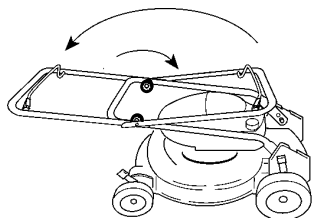

Figure 28
2. Pivoter le mancheron vers l'avant de la tondeuse (Fig. 28).
3. Desserrer les boutons de fixation du mancheron supérieur au mancheron inférieur, et replier le mancheron supérieur vers l'arrière de la tondeuse, en position de remisage (Fig. 28).
Remarque : En repliant le mancheron, toujours veiller à ne pas pincer ni coincer les câbles, ni les accrocher aux boutons du mancheron. Ne replier le mancheron que dans le sens illustré (Fig. 28).